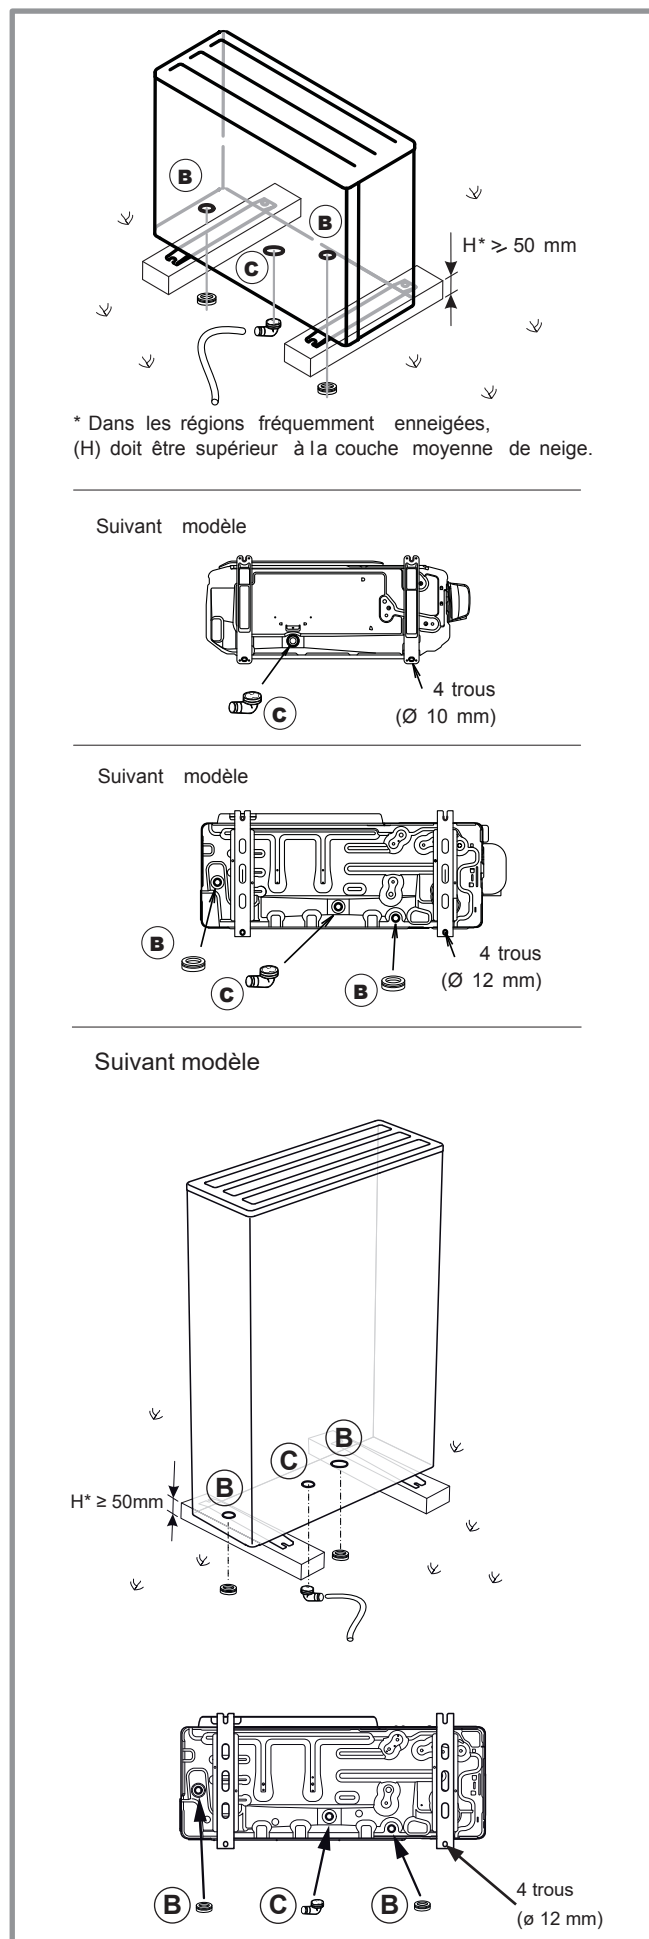

figure 15 - Pose de l'unité extérieure, évacuation des condensats
- En fonctionnement, de l'eau peut s'évacuer de l'unité extérieure. Ne pas installer l'appareil sur une terrasse, mais préférer un endroit drainé (lit de graviers ou sable). Si l'installation est réalisée dans une région où la température peut être inférieure à 0°C pendant une longue période, vérifier que la présence de glace ne présente aucun danger. Il est aussi possible de raccorder un tuyau d'évacuation sur l'unité extérieure (figure 15).
L'unité extérieure doit être surélevée d'au moins 50 mm par rapport au sol. Dans les régions enneigées, cette hauteur doit être augmentée mais ne pas dépasser 1.5 m (figure 15).
(voir figure 15).